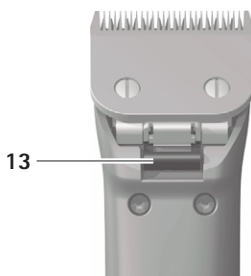

Fig. 4
- Tryck på klipphuvudets spärr **14**, se Fig. 4.